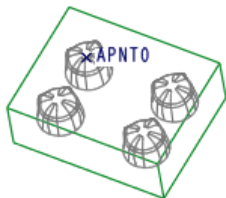

图 28.2 创建基准点 APNT0
Step1. 创建图 28.2 所示的基准点 APNT0。单击 **模具** 功能选项卡 **基准** 区域中的 按钮；在屏幕右下方的“智能选取栏”中选择“边”选项，选取图 28.3 所示的参考模型上表面的边线；在“基准点”对话框的下拉列表选取 **居中** 选项；在“基准点”对话框中单击 **确定** 按钮。